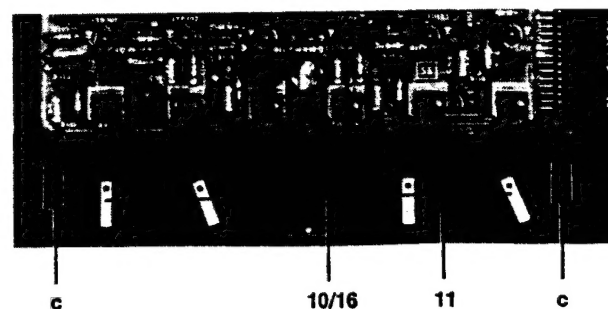

Abb. 3 Schalterachsen ein- und ausbauen
Ausbau: (Abb. 3)
- Kugeln 14 einsetzen (Abb. 3).
- Federn 15 einsetzen (Abb. 3).